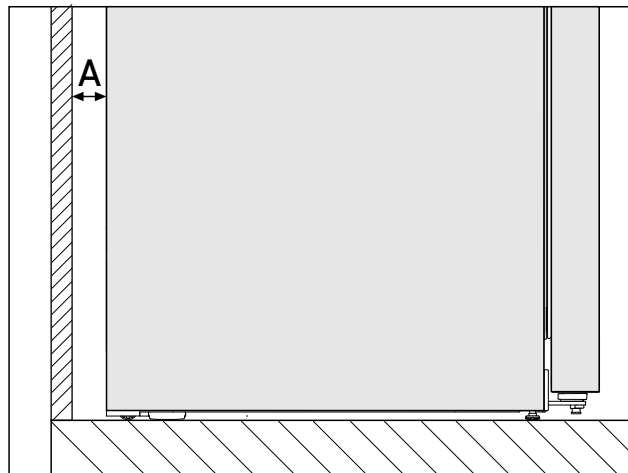

Fig. 2 *
Потребление электроэнергии определено при расстоянии Fig. 2 (A) между задней стенкой устройства и стеной помещения. Если расстояние до стены меньше Fig. 2 (A), это никак не влияет на функционирование устройства. При меньшем расстоянии до стены возможно незначительное повышение потребления электроэнергии и образование конденсата на задней стенке устройства.*